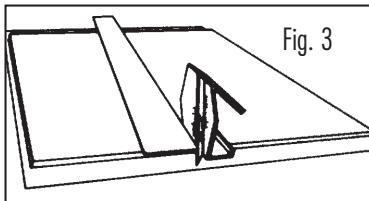

Fig. 3
- Place blade side of cutter against the straight edge and push away to cut (Fig. 3).
- Mettez le tranchant de la lame contre la règle et coupez en poussant (figure 3).
- Con la cara cortante del cíter sobre el borde recto, empuje hacia adelante para cortar (Fig. 3).
- Die Klingenseite des Schneidegeräts an das Lineal anlegen und wegschieben, um zu schneiden (Abb. 3).
- Posizionare il lato tagliente della taglierina contro il regolo e spingere in avanti per tagliare (Fig. 3).